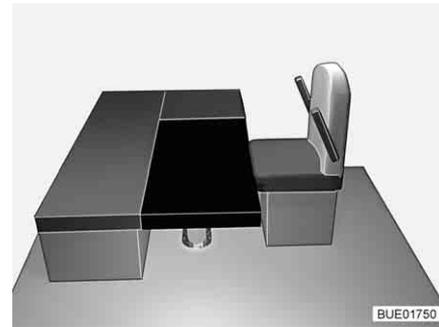

Fig. 127 Después de la transformación
- Colocar el cojín adicional cuadrangular en la mesa (delante de los cojines de asiento del banco, véase Fig. 127).